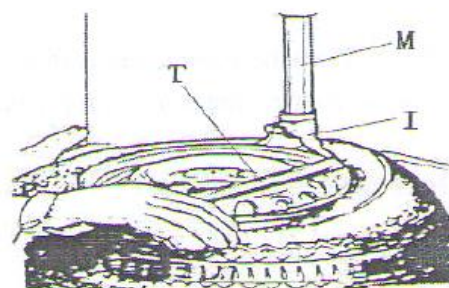

Рис.6
Опустить вертикальную направляющую (М), чтобы монтажная головка (I) оказалась над ободом колеса. Зафиксировать вертикальную направляющую в этом положении с помощью рукоятки блокировки. Монтажная головка автоматически поднимается над закраиной обода на 2-3 мм. Вставить монтажную лопатку (Т) между бортом шины и передней частью монтажной головки (I), подцепить борт шины на монтажную головку, как показано на рис. 6.
Удерживая монтажную лопатку (Т), как показано на рис.6, повернуть стол по часовой стрелке нажатием на педаль (Z). Закончить операцию после полного отделения борта шины. Повторить эту операцию для другой части покрышки. Снять шину с диска колеса.